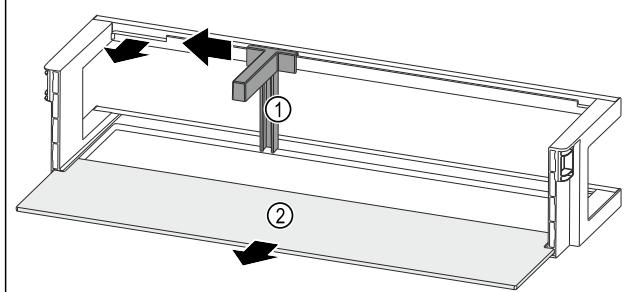

Fig. 49 Рафт на врата с преграда за бутилки и рафт
- ▶ Плъзнете преградата за бутилки Fig. 49 (1) настрани до прореза.
- ▶ Свалете преградата за бутилки Fig. 49 (1).
- ▶ Свалете рафта Fig. 49 (2).